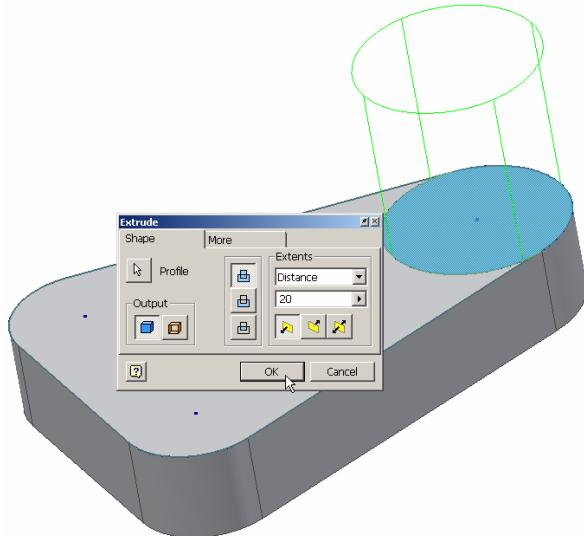

Figura 2.6.18.
- din lista **Extents** se selectează opțiunea **Distance** (extrudare pe distanță impusă), figura 2.6.18, iar în câmpul asociat se introduce valoarea extrudării **20**, conturul de extrudare fiind automat preselectat la lansarea comenzi, prin afișarea acestuia într-o culoare specifică selecției.